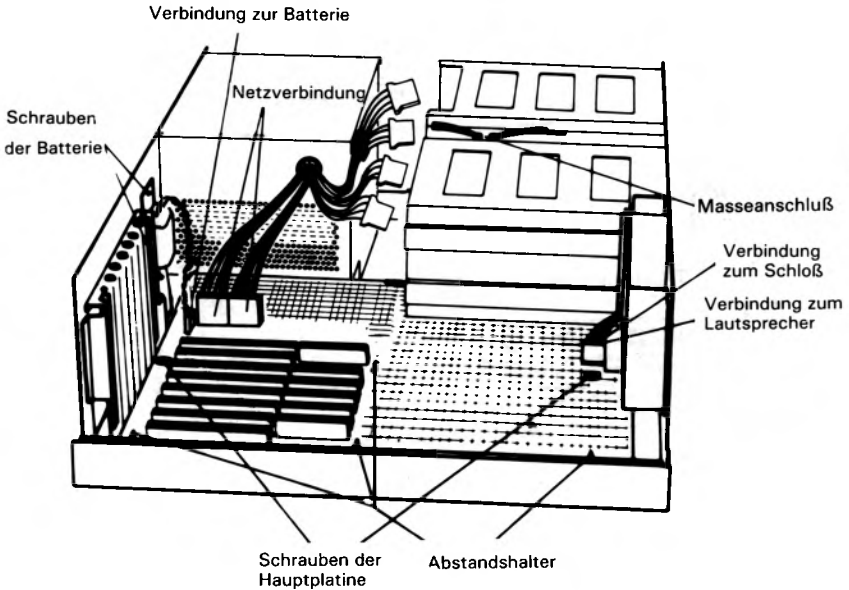

Abbildung 2-5
Die Netzversorgung Ihres NCR Personal Computers enthält möglicherweise mehr Stecker, als für die derzeit installierten Plattenlaufwerke benötigt werden. Die unbenutzten Anschlußstecker dürfen keinen Kontakt mit einer Platine haben; sie müssen daher mit Klammern festgehalten werden (Abbildung 2-5). Entsprechende Klammern gibt es auch für die nicht benutzten Erdungsstecker (Abbildung 2-5). Nicht isolierte Erdungsstecker dürfen jedoch selbstverständlich Kontakt mit anderen geerdeten Teilen haben, zum Beispiel mit dem Gehäuserahmen.
2. Ziehen Sie die Verbindungen zur Batterie und zur Netzversorgung ab (Stecker an der Rückseite des Computers) und die beiden kleinen Steckerblöcke beim Lautsprecher (siehe Abbildung 2-5).
5. Beim Wiedereinbau der Platine ist es nicht erforderlich, die vier Abstandhalter aus Plastik (Abbildung 2-5) von der Platine zu entfernen. Die Abstandhalter rutschen, wenn Sie die Platine hineinschieben, von selbst in ihre Löcher.
1. Entfernen Sie die Verbindung der Batterie (Abbildung 2-5). Wenn man vorsichtig vorgeht, ist dies ohne Ausbau der Controllerplatine für das Plattenlaufwerk möglich.
4. Verbinden Sie die Batterie mit der Hauptplatine, wie es in Abbildung 2-5 gezeigt ist (siehe Prozedur D).
9. Ziehen Sie einen «Reserve»-Netzstecker von der Plastikklammer am Metallgehäuse des Netzteils ab (Abbildung 2-5) und verbinden Sie ihn mit dem Sockel entsprechend der separaten Beschreibung zu dem Kit.
10. Ziehen Sie einen Reserve-Erdungsstecker (Abbildung 2-5) heraus und verbinden Sie ihn mit seinem Anschlußpunkt entsprechend der separaten Beschreibung des Kits.
9. Wenn bereits eine Festplatteneinheit installiert gewesen ist, ziehen Sie einen «Reserve»-Netzstecker von der Plastikklammer am Metallgehäuse des Netzteils ab (Abbildung 2-5) und verbinden Sie ihn mit dem Sockel entsprechend der separaten Beschreibung zu dem Kit.